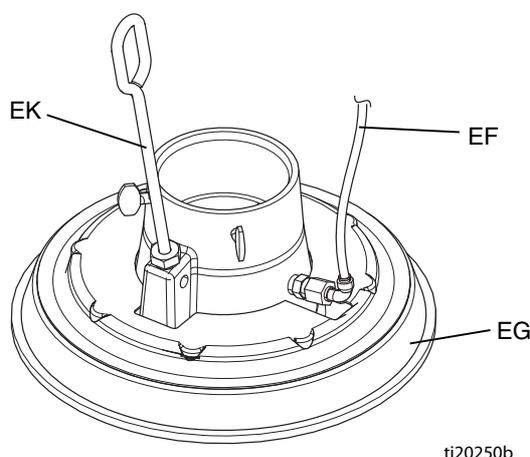

Рис. 10
См. Рис. 10. Если при поднятом насосе опорная емкость не извлекается из ведра, возможно, забита трубка вспомогательной подачи воздуха (EF) либо обратный клапан вспомогательной подачи воздуха, или не затянута сливная пробка (J). Если обратный клапан вспомогательной подачи воздуха засорен, воздух не поступает под нижнюю часть опорной емкости для ее поднятия и извлечения из емкости. Если сливная пробка не затянута, давление не будет создаваться.
1. Выполните инструкции раздела **Процедура сброса давления** на стр. 10. См. иллюстрацию деталей опорной емкости на стр. 15 и разберите обратный клапан вспомогательной подачи воздуха (414).
2. Очистите трубку вспомогательной подачи воздуха (EF) в опорной емкости. Очистите все детали обратного клапана вспомогательной подачи воздуха (414) и соберите его заново.
3. Извлеките сливную пробку (J) из опорной емкости. Протолкните сливную пробку через сливные отверстия, чтобы удалить остаток материала.